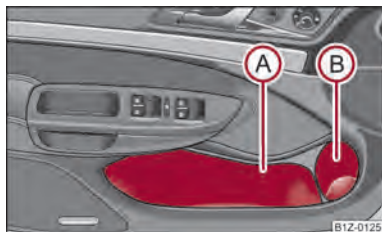

Fig. 82 Vide-poches dans les portes AV
Afin de ne pas entraver le bon fonctionnement de l'airbag latéral, utilisez le niveau (A) ⇒ fig. 82 du vide-poches pour y mettre des objets ne dépassant pas.